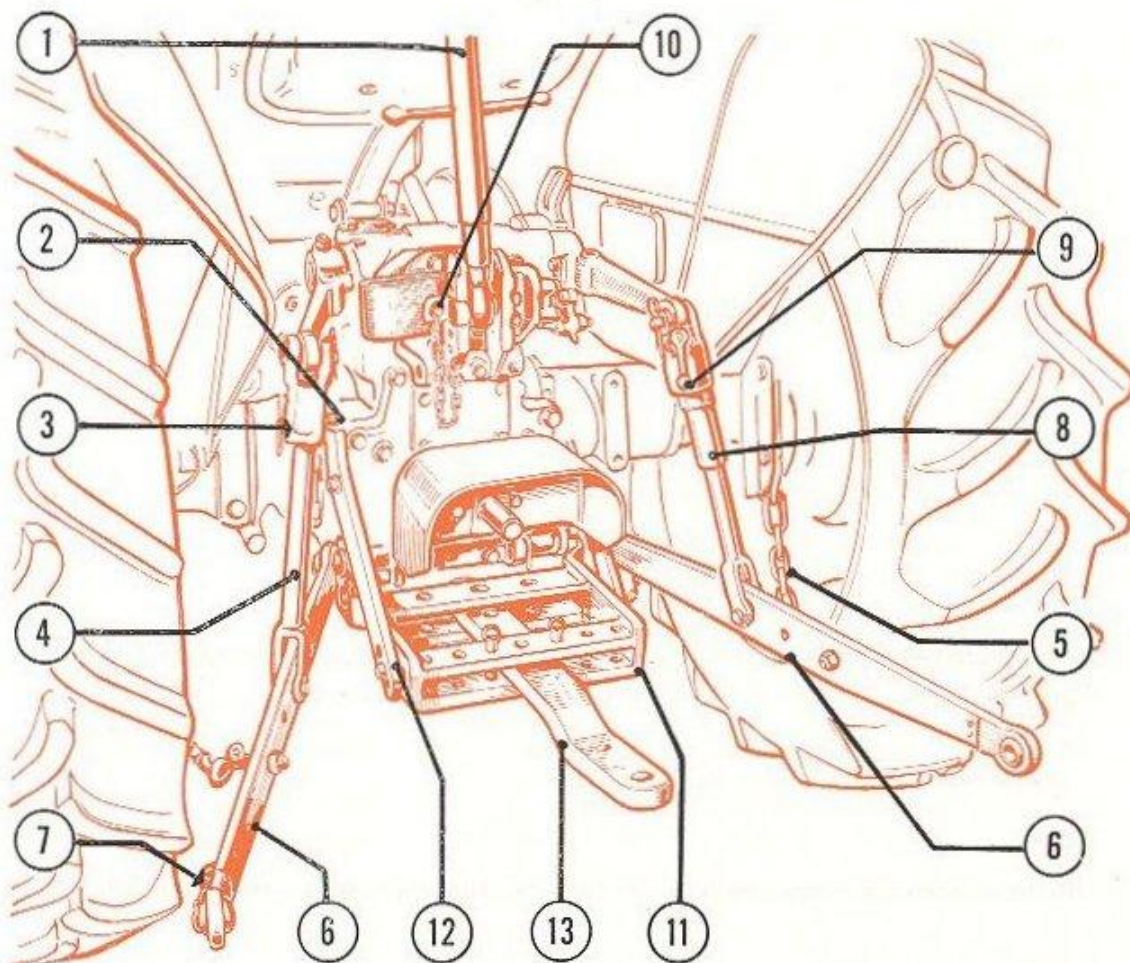

FIG. 18. — Système d'attelage 3 points
C) RÉGLAGE DU SYSTÈME D'ATTELAGE 3 POINTS (fig. 18)
7. - SECTEUR et TIMON d'ATTELAGE (fig. 18)